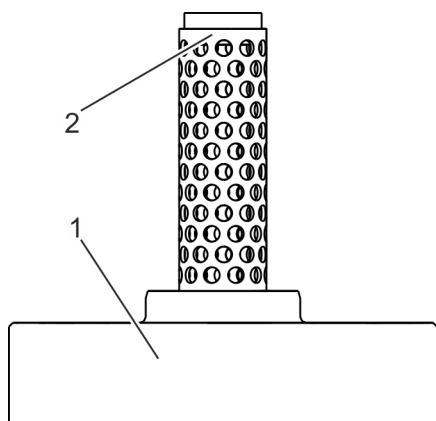

Fig. 12: Depositar la tapa
5. ➔ Deposite la tapa (Fig. 12/1) de tal modo que el tamiz cilíndrico (Fig. 12/2) quede orientado hacia arriba.